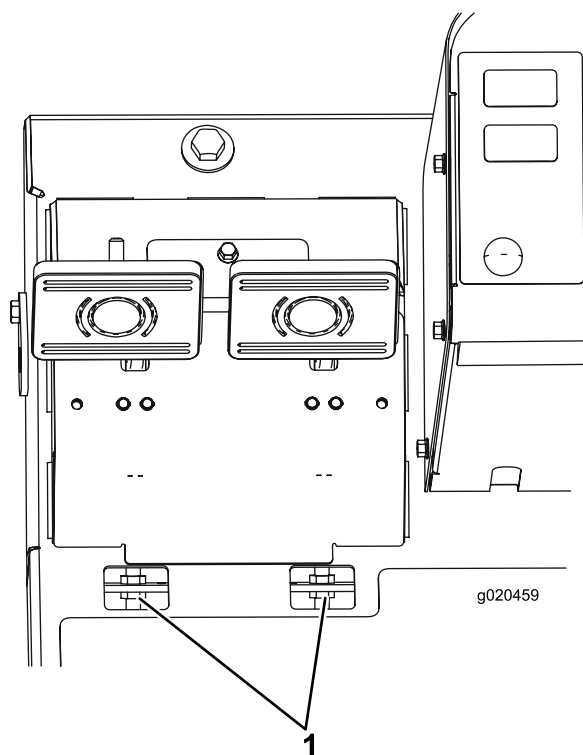

Рисунок 68
- В. Отпустите переднюю гайку на резьбовом конце гибкого тросика тормоза (Рисунок 68).